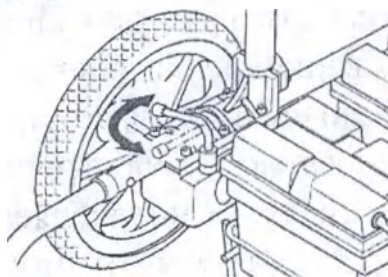

Рис.1.4
5.3.4 Отключение электропривода позволяет перемещать кресло сопровождающему лицу. Поверните рукоятку сцепления (Рис.1.4), при этом электроколяска снимается с тормоза. Теперь её можно передвигать с помощью помощника. Сопровождающее лицо может приводить кресло в движение и управлять им с помощью ручек управления, находящихся за спинкой кресла.